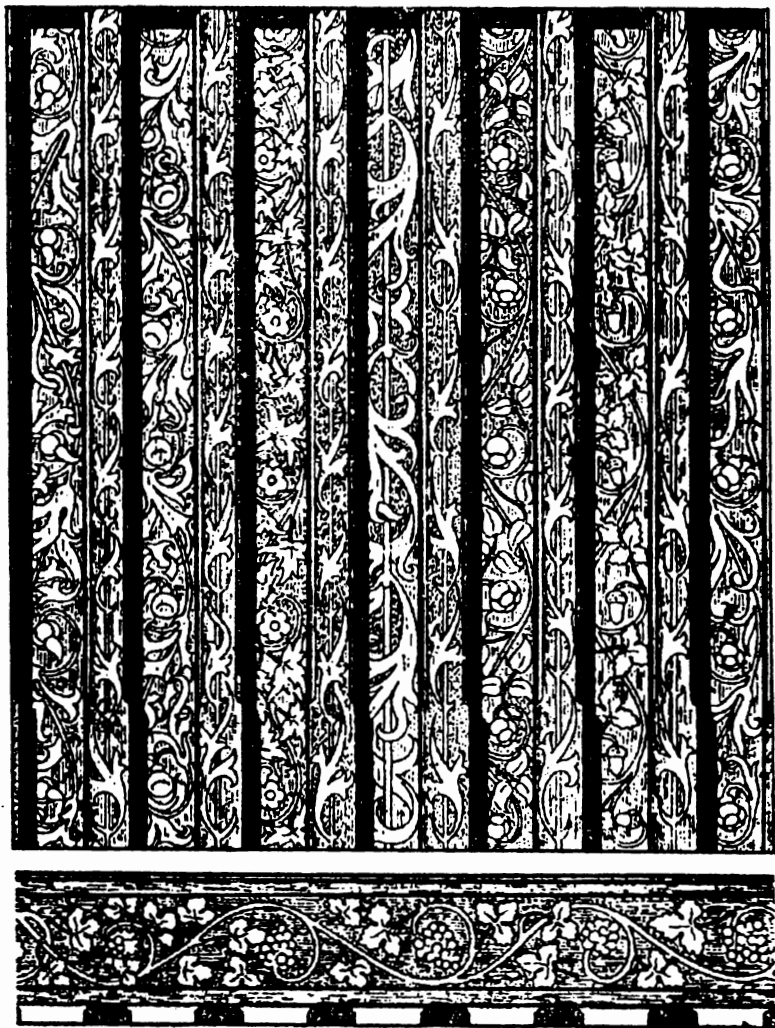

Рис.130.
1) С открытыми (выпускными) балками. (Рис. 130).